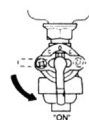

рис.2-1
1. Поверните топливный кран в положение «ВКЛ.»(ON) (рис.2-1).